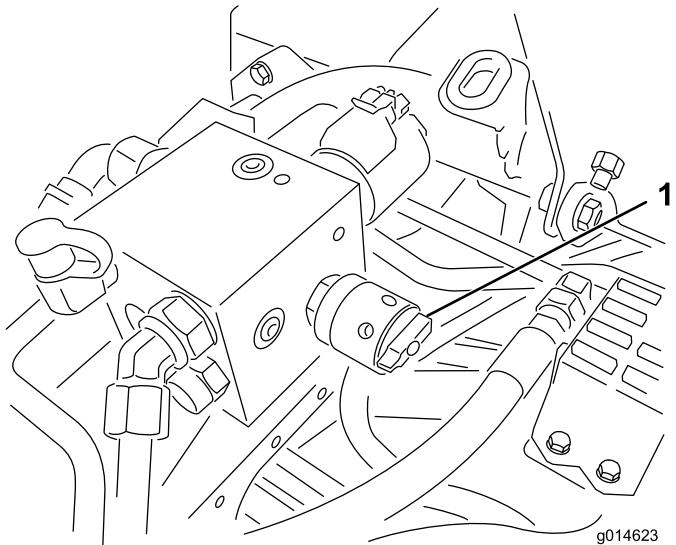

Figura 39
- Para establecer la velocidad de los molinetes, gire el pomo (Figura 39) hasta que las flechas apunten al número que indique el ajuste deseado.